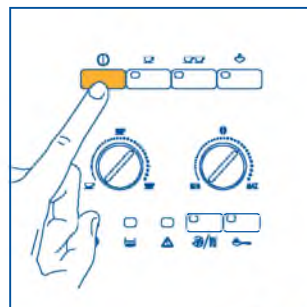

Рис. 4
2. Передвиньте насадку для взбивания молока наружу и поставьте под него чашку, рис. 3 и включите прибор, нажав кнопку ①, рис. 4.